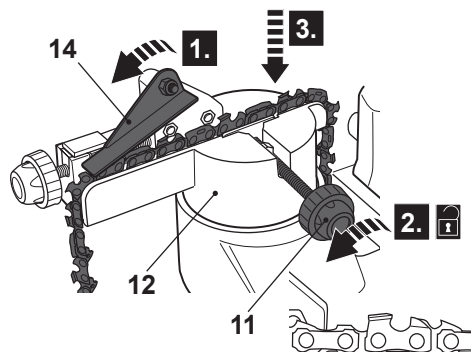

Fig. 3
- > Deslize o batente de corrente (14) para trás e deixe-o na posição aberta (Fig. 3).
- > Abra o torno (12) rodando o parafuso de fixação (11) para a esquerda até haver espaço suficiente para a corrente de serra.